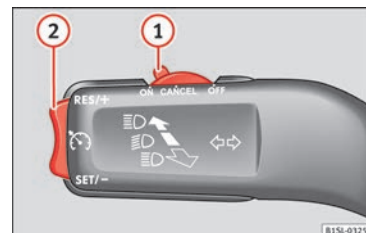

Fig. 34 Conmutador y mandos de manejo del GRA.
• Conectar el GRA: desplace el conmutador » fig. 34 ① hasta **ON**. El sistema está encendido. El sistema no regula al no haber programado ninguna velocidad.
• Activar el GRA: pulse el botón » fig. 34 ② en la zona **SET/-**. La velocidad actual se memoriza y regula.
• Desconectar el GRA temporalmente: desplace el conmutador » fig. 34 ① hasta **CANCEL** o pise el freno. La regulación se desconecta temporalmente.
• Conectar el GRA de nuevo: pulse el botón » fig. 34 ② en **RES/+**. La velocidad memorizada se guarda y regula otra vez.
• Aumentar velocidad programada durante regulación de GRA: pulse botón ② en **RES/+**. El vehículo acelera hasta la nueva velocidad guardada.
• Reducir velocidad programada durante regulación de GRA: pulse botón ② en **SET/-** para reducir 1 km/h (1 mph). La velocidad se reduce hasta alcanzar la nueva velocidad memorizada.
• Desconectar el GRA: desplace el conmutador » fig. 34 ① a **OFF**. Se desconecta el sistema y la velocidad memorizada se borra.